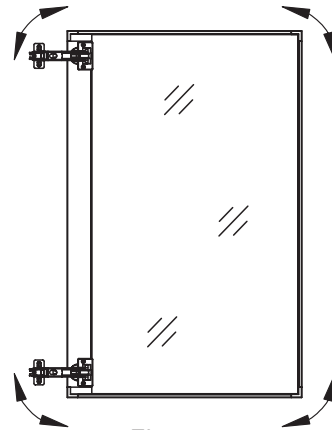

Fig.6 图6
- This screw releases the door from the cabinet and allows up and down adjustment. Fig.6-A & 7.
此螺钉松开可将门卸下，并可作上下的位置调整，如图6-A、7所示。
- These screws allow you to plumb the door as shown in Fig.6-B & 8.
这些螺钉松开可将门作如图6-B、8所示的前后的位置调整。